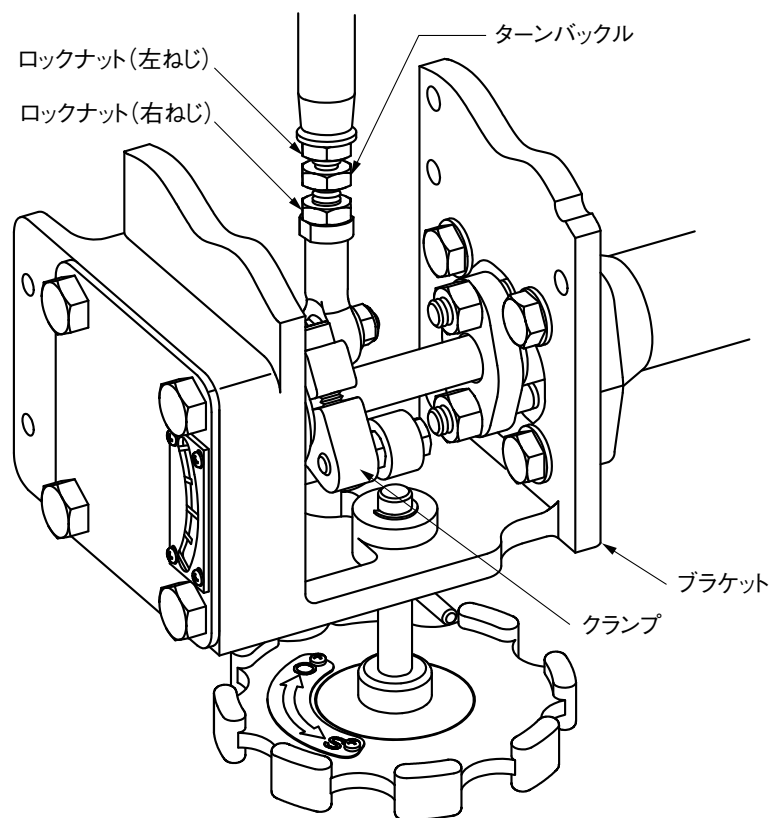

図 4-2
- 【2】 ターンバックルのロックナットを緩めて、ねじ戻します。ねじは右ねじ、および左ねじです。(図4-2、図4-4参照)